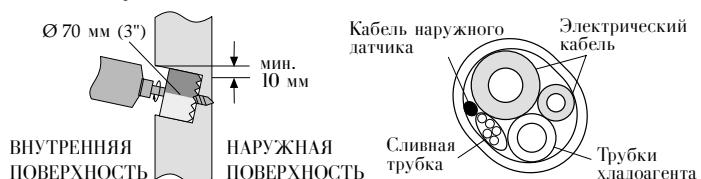

Рис. 6
- Если для трубок хладагента выбрано направление 3, в стене нужно просверлить отверстие, показанное на рис. 6.
- Установите внутренний агрегат на монтажный кронштейн (см. рис. 6)
- Позаботьтесь о том, чтобы сливная трубка проходила по низу отверстия в стене (см. рис. 6).